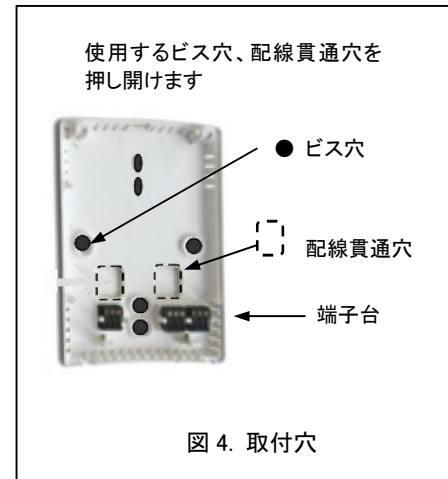

図 4. 取付穴
- 2) ベースプレート設置 図 4 の使用する抜き穴を開け、配線を通し壁に取り付けます。